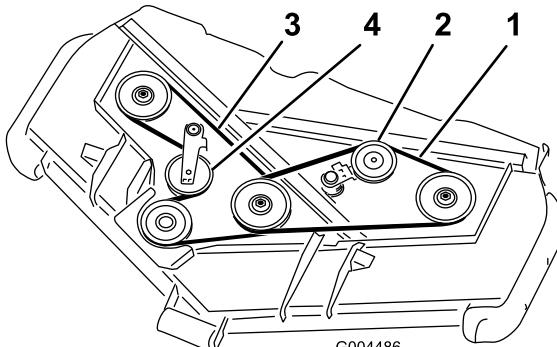

Рисунок 58
3. С помощью монтировки или аналогичного инструмента сдвиньте натяжной шкив верхнего ремня (Рисунок 58), чтобы снять натяжение ремня для его удаления со шкипов.
4. Пропустите новый ремень вокруг шкива редуктора, нижних шкивов и узла натяжного шкива, как показано на Рисунок 58.
5. Пропустите новый ремень вокруг верхних шкивов и натяжного шкива, как показано на Рисунок 58.